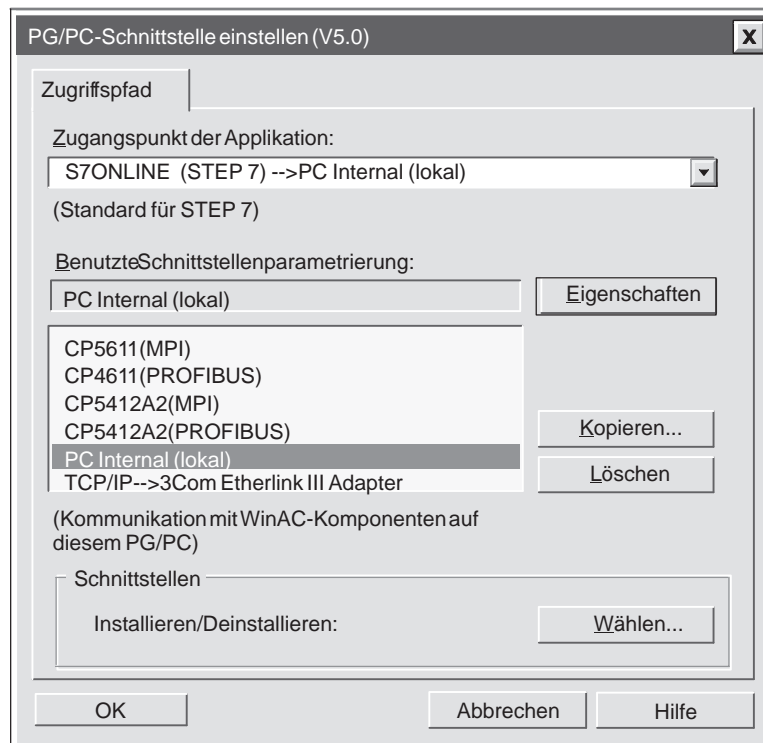

Bild 3-1 Einstellen der PG/PC-Schnittstelle für PC Internal (lokal)
- Im aufklappbaren Listenfeld "Zugangspunkt der Applikation" wählen Sie **S7ONLINE (STEP 7)** (Bild 3-1).